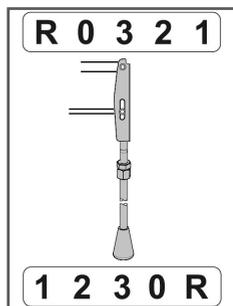

Рис. 31. Положения рычага переключения передач
Положения рычага переключения передач показаны на Рис. 31.
- при переключении из нейтрального положения «0» - снова установите рычаг в нейтральное положение, быстро нажмите и отпустите рычаг включения хода, подождите 2-3 секунды и снова переместите рычаг переключения передач в требуемое положение (Рис. 31);
— при переключении не из нейтрального положения «0» — не трогая рычаг включения хода и слегка нажимая на рычаг переключения передач в сторону требуемой передачи, немного переместите мотоблок вперёд или назад, или поднимите рабочие рукоятки вверх и переместите рычаг переключения передач в требуемое положение (Рис. 31).
4. Не нажимая рычаг включения хода, переведите рычаг переключения передач в положение «1» (1-я передача) (Рис. 31).